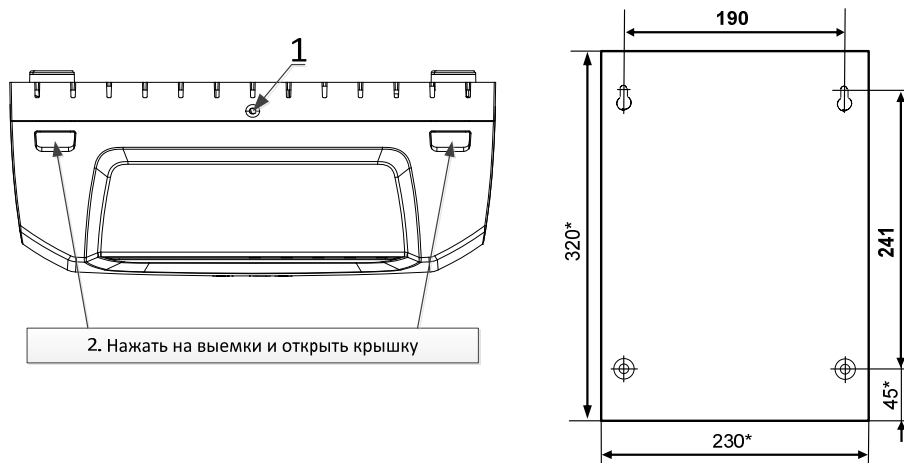

Рис. 1
- нажать на выемки на верхней стороне корпуса РИП и открыть крышку (рис. 1).
3.2.3 Закрепить РИП в удобном месте. Габаритно-установочные размеры указаны на Рис. 1.